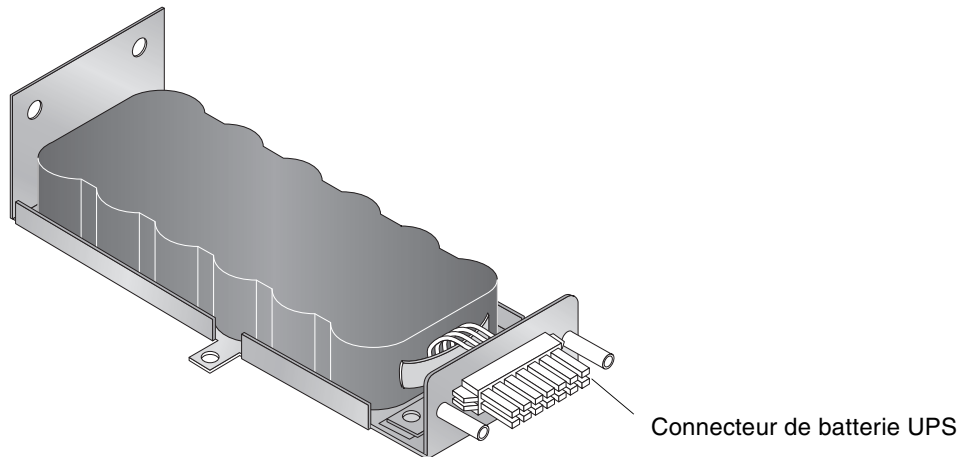

FIGURE 6-12 Batterie UPS
5. Faites coulisser la nouvelle batterie à l'intérieur de l'UAR, en faisant correspondre le connecteur mâle de la batterie avec le connecteur femelle de l'UAR (FIGURE 6-12).